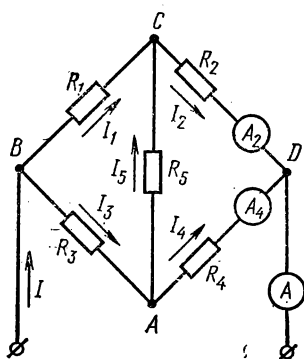
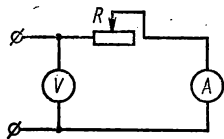

Рис. 2.18
Рис. 2.20
Рассмотрим схему рис. 2.18. Рассчитать ее методом свертывания невозможно, так как здесь нет ни последовательно, ни параллельно соединенных резисторов. В схеме имеются два треугольника ABC и ACD и две трехлучевые звезды с центрами в точках C и A .
2. Как соединены резисторы в схеме рис. 2.18?
4. Заменить в схеме рис. 2.18 треугольник ACD эквивалентной звездой. Начертить новую схему.
5. Заменить в схеме рис. 2.18 звезду с центром в точке C эквивалентным треугольником. Начертить новую схему.
1. Собрать цепь (рис. 2.20) для измерения сопротивления реостатов, используемых в схеме рис. 2.18, и показать ее преподавателю для проверки.
3. Собрать цепь (см. рис. 2.18) и показать ее преподавателю для проверки.
6. Собрать цепь (см. рис. 2.20). Установить движок реостата в положение, соответствующее рассчитанному значению сопротивления. Контроль производить по пока-
1. Для схемы рис. 2.18 по известным значениям напряжения и сопротивлений рассчитать силу токов и паде-